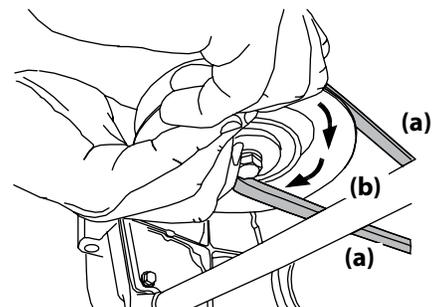

Figura 4-13
- d. Mientras sostiene la correa de la PTO (a) hacia abajo, siga girando la polea de la PTO (b) hasta que la correa de la PTO (a) se deslice fuera de la polea (b). Consulte la Figura 4-13.
11. Tire del lado derecho de la correa de la PTO hacia atrás y coloque el lado V angosto de la correa de la PTO en la polea de la PTO. Vea la Figura 4-13.
12. Mientras sostiene la correa de la PTO y la polea de la PTO juntas, rote la polea de la PTO hacia la izquierda (Vea la Figura 4-13). Siga sosteniendo y rotando la polea de la PTO y la correa de la PTO hasta que la correa de la PTO se enrolle totalmente en la polea de la PTO.